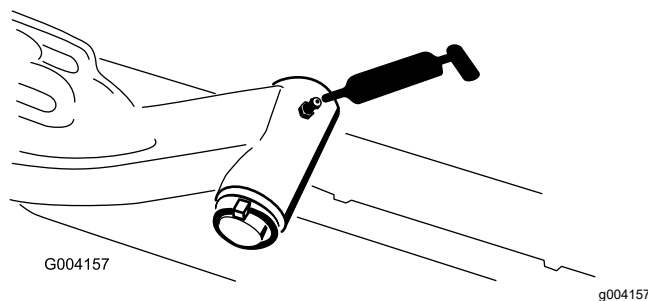

Figura 71
- Brazo giratorio del brazo de elevación (1 en cada) (Figura 71)